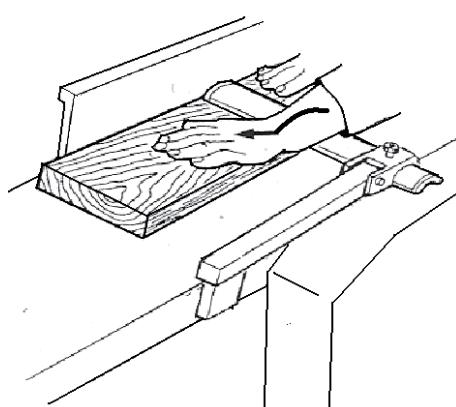

Рис. 11
- При спрямовуванні оброблюваної деталі руки ковзають над огорожею rіжuchого блоку (Рис. 11).